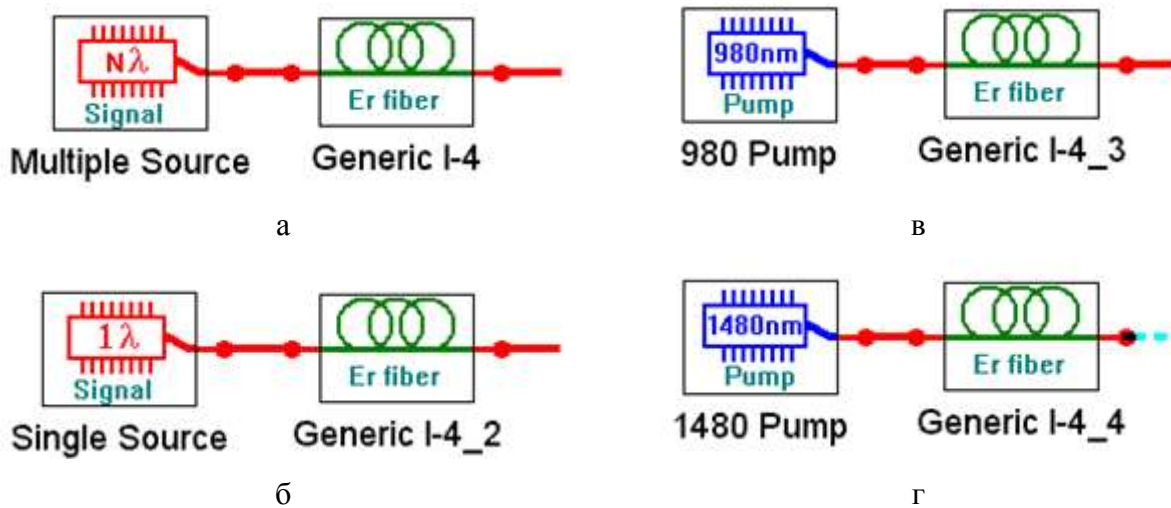

Рис. 2.1. Схемы подключения источников излучения к эрбиевому ОВ.
2. Соберите сразу 2 схемы (рис. 2.1а и 2.1б) с источниками $N\lambda$ и 1λ для исследования затухания эрбиевого ОВ в диапазоне длин волн 1520-1560 нм. При сборке схем не забудьте к выходу исследуемого ОВ подключить вспомогательный отрезок ОВ.